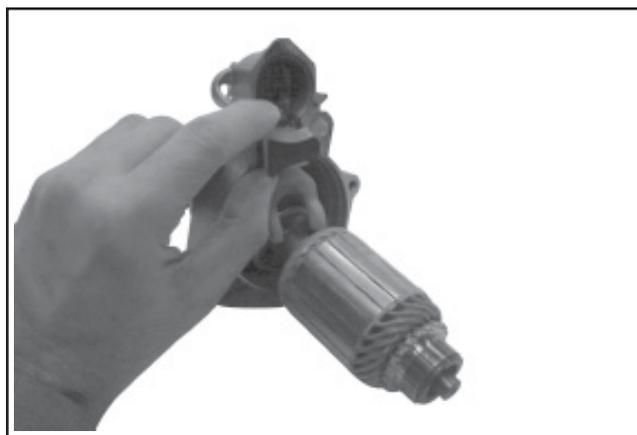

Figure 8-60. Retirer le levier d'entraînement et l'armature.
8. Tirer vers l'extérieur sur la portion de pivot du levier d'entraînement et retirer le levier d'entraînement et l'armature du capuchon d'extrémité d'entraînement. Voir la figure 8-60.